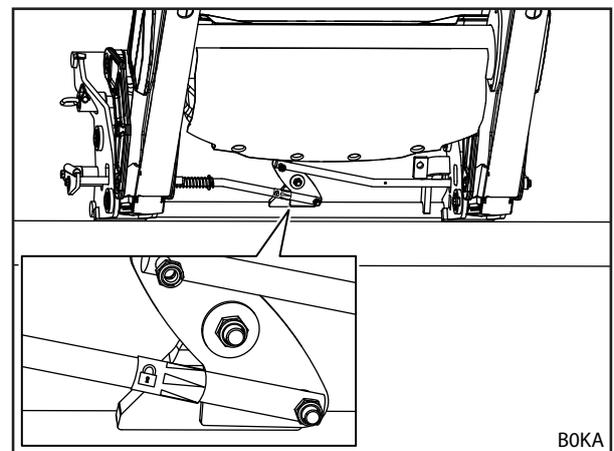

Fig. 99 Verificar o bloqueio da ferramenta através do autocolante (armação de troca combinada Euro-MX)
**i** Na armação de troca combinada Euro-MX o autocolante encontra-se no centro de uma das barras (consulte Fig. 99).